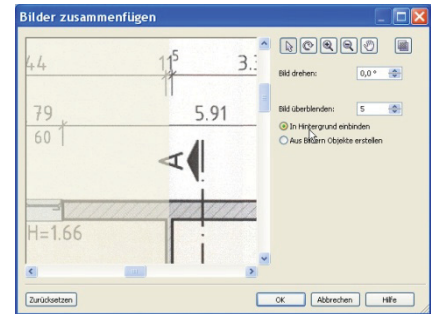
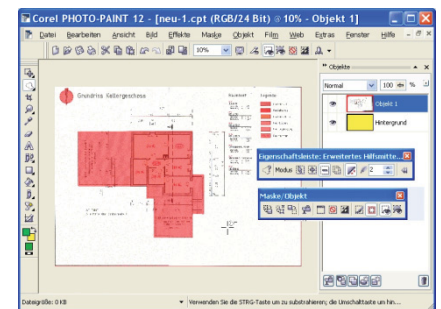

Abb. 10-66: Bildmontage
Abb. 10-67: Komplexe Maskierung
- Bildmontage: M BILD | ZUSAMMENFÜGEN ► Option: *In Hintergrund einbinden* wählen (Abb. 10-66), da in diesem Beispiel eine hohe Paßgenauigkeit erreicht werden kann ►► die Bildteile verschmelzen und die Bildmontage wird in einem neuen Bildfenster geöffnet, die Montage wurde automatisch in ein 24bit-Bild umgewandelt (Abb. 10-67).
- Maske invertieren (Abb. 10-67) ► Maskenumriss bearbeiten, um ihn so genau wie möglich an die grafischen Elemente anzupassen: M MASKE | MASKENUMRISS | GLÄTTEN, RADIUS = 10 Pixel und M MASKE | MASKENUMRISS | ERWEITERN bzw. REDUZIEREN, BREITE = 5 Pixel. Alle Veränderungen anhand der Vorschau kontrollieren !